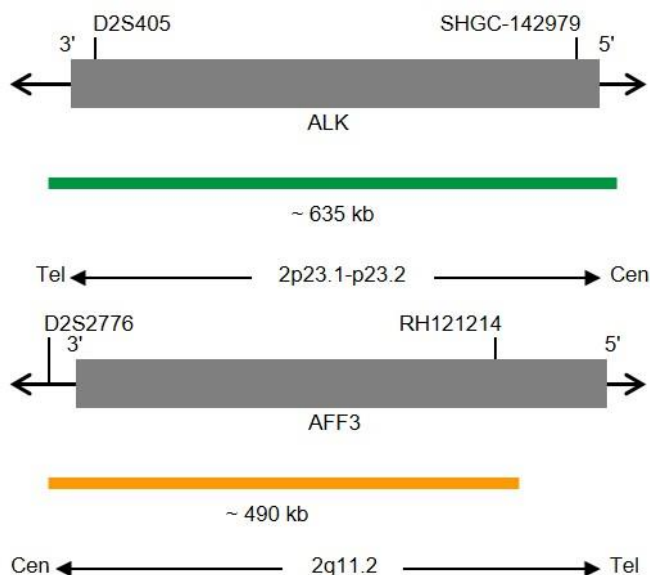

Fig. 1: In alto: Mappa della sonda SPEC ALK; In basso: Mappa della sonda SPEC 2q11 (non in scala)
- Polinucleotidi (~10.0 ng/μl) marcati con fluorocromo ZyGreen (eccitazione 503 nm/emissione 528), le cui sequenze target mappano in 2p23.1-p23.2\* (chr2:29,460,144-30,095,822) in cui è localizzato il gene ALK (vedere Fig. 1).
- Polinucleotidi (~4.5 ng/μl) marcati con fluorocromo ZyOrange (eccitazione 547 nm/emissione 572 nm), le cui sequenze target mappano in 2q11.2\* (chr2:100,132,806-100,621,725) (vedere Fig. 1).